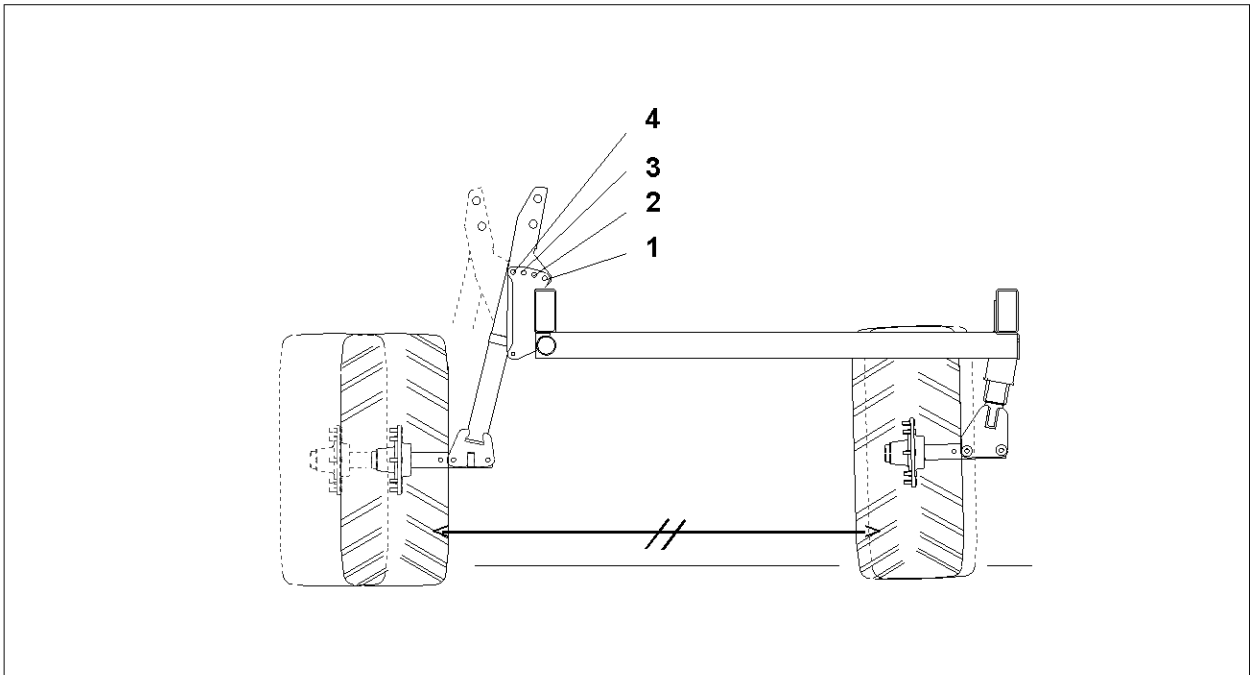
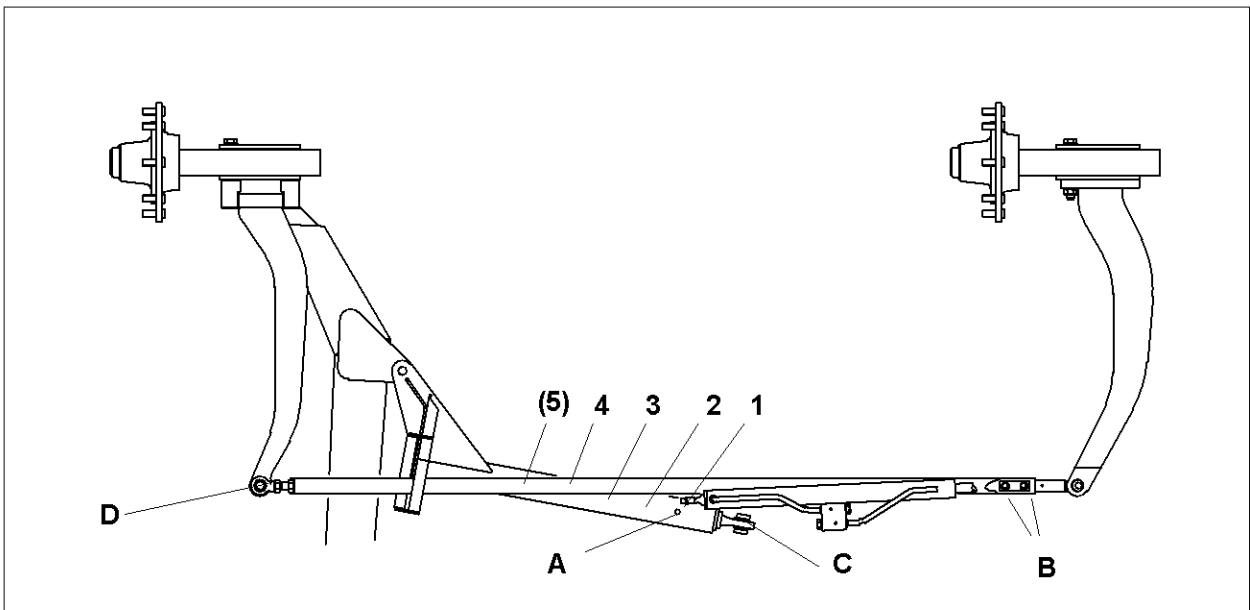

Fig. 44
Fig. 45
Om de spoorbreedte bij te stellen moeten er drie boutverbindingen worden aangepast (fig. 44 en fig. 45).
3) Verwijder de twee bouten die op figuur 45/B zijn aangegeven. Nu moet de telescoopsteun (fig. 45/C) worden bijgesteld overeenkomstig de instelling die bij de eerste boutverbinding (fig. 44) gebruikt is.
De telescoopsteun heeft vier gaten (1 - 4), zoals aangeduid op figuur 45. De boutstanden moeten met elkaar overeenstemmen, d.w.z. dat pos. 1 bij fig. 44 dezelfde is als pos. 1 bij fig. 45.
Voor de op fig. 45/B aangeduide bouten van de stuursteun (parallelsteun) geldt dat men ervoor moet zorgen dat de bouten in de verzakking terechtkomen en dat de koppen van de bouten naar beneden gericht zijn nadat deze in de stuursteun bevestigd zijn. Hierdoor wordt verhinderd dat de cilinder in contact komt met de bouten.
4) Trek de bouten aan overeenkomstig fig. 45/B.
Aan het andere uiteinde van de stuursteun (fig. 45/D) bevindt zich een nauwkeurig bijstelsysteem (fig. 45/D) om ervoor te zorgen dat de wielen zoveel mogelijk evenwijdig zouden komen.